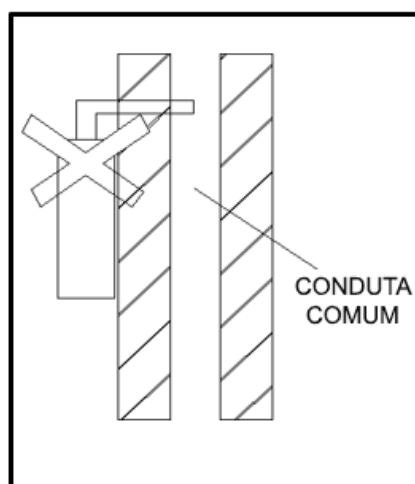

Fig. 4
- O tubo de exaustão do esquentador não pode ser ligado a uma conduta comum (Fig. 4).